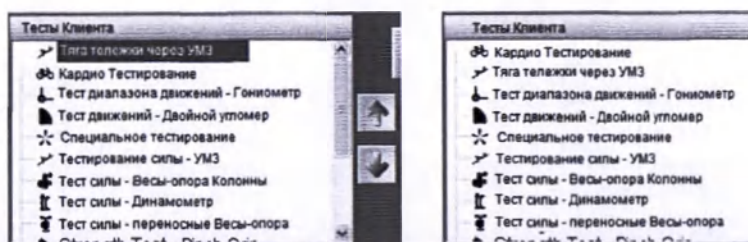

Рисунок 4-7. Изменение порядка расположения тестов
1. Выбрать тест, который необходимо переместить, в нижней центральной части экрана и нажимать  или  в нижней правой части экрана до достижения желаемого расположения теста (Рисунок 4-7).
2. Выбрать тест, который необходимо переместить, в нижней центральной части экрана и, удерживая нажатой левую кнопку мыши компьютерной, переместить тест в желаемое положение (Рисунок 4-7).